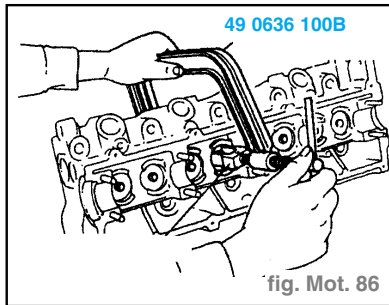

fig. Mot. 86
- Retirer la coupelle d'appui à l'aide du SST. (fig. Mot. 86)